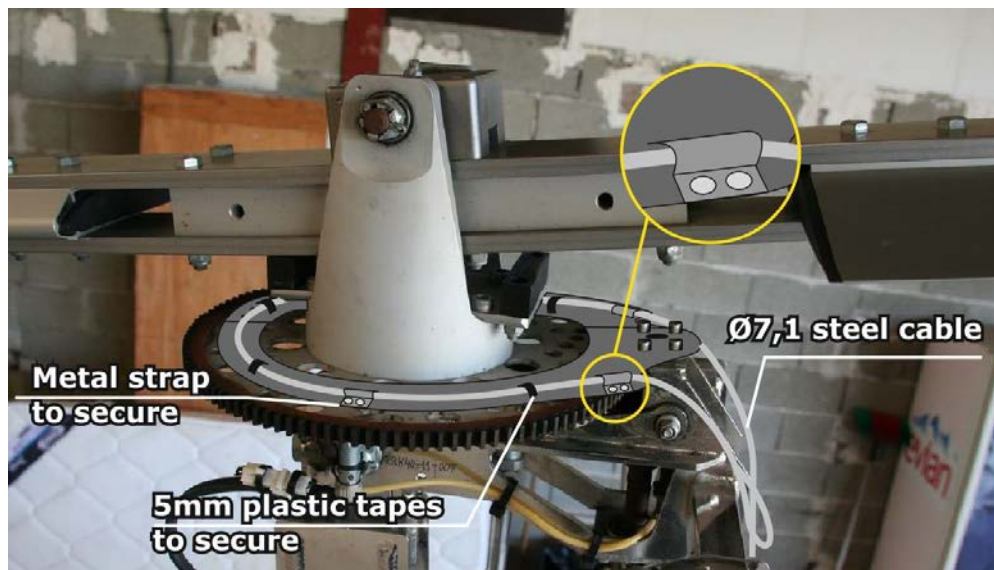
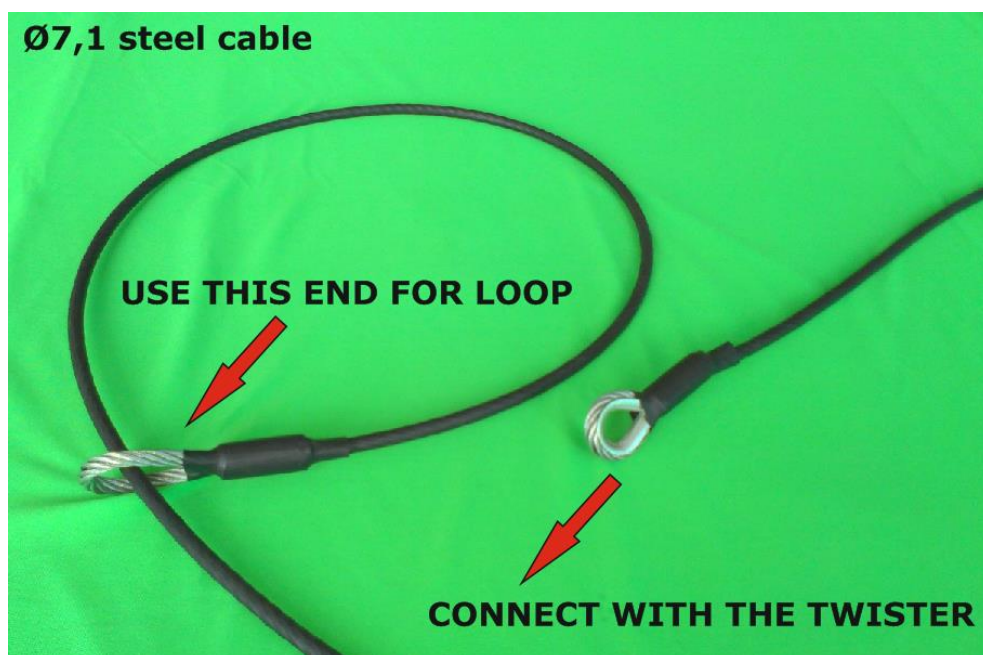
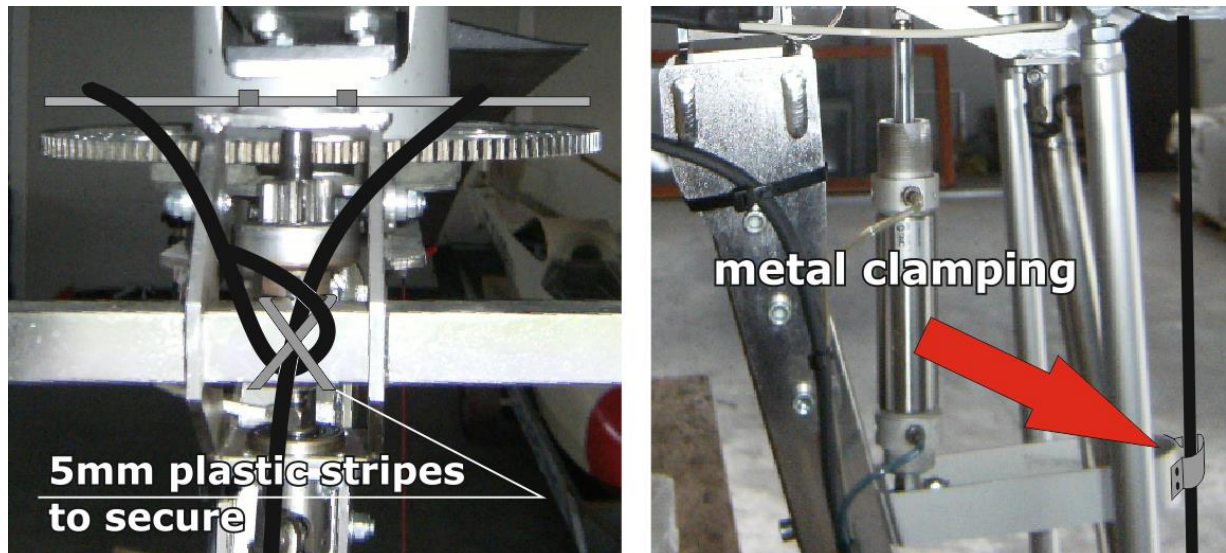

Figure 4
Figure 5
Figure 6
3) Faire le tour de la tête du rotor avec le câble en repassant par la boucle d'extrémité de celui-ci. Fixez le câble sur la platine avec des serflex (collier) en plastique de largeur 4,5-5 mm, utiliser pour cela les trous dans la plaque de fixation et riveter les 4 agrafes métalliques (rivets 8xØ3) - Figure 4. **Les serflex doivent être remplacés tous les 3 ans.** Pour faire la boucle, utiliser le bout du câble d'acier comme sur la figure 5 et sécuriser le chemin du câble avec des serflex en plastique de 5 mm croisé – (voir la Figure 6 à gauche). **Dans tous les cas, assurez-vous qu'il n'y a pas de contact avec le rotor.**
4) Guider le câble depuis la boucle supérieure vers le bas jusqu'à l'emplacement parachute et sécuriser son chemin avec une agrafe double (fixer le câble avec des rivets 4xØ3) selon la figure 6 à droite. Le câble doit être libre à l'intérieur de l'agrafe.